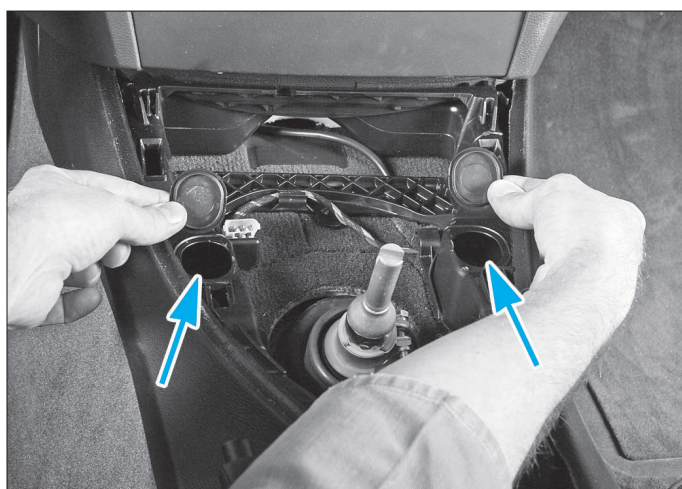

FIG. 4
- Dégager les 2 obturateurs afin d'accéder aux 2 vis de fixation avant de la console et les déposer (Fig.4).